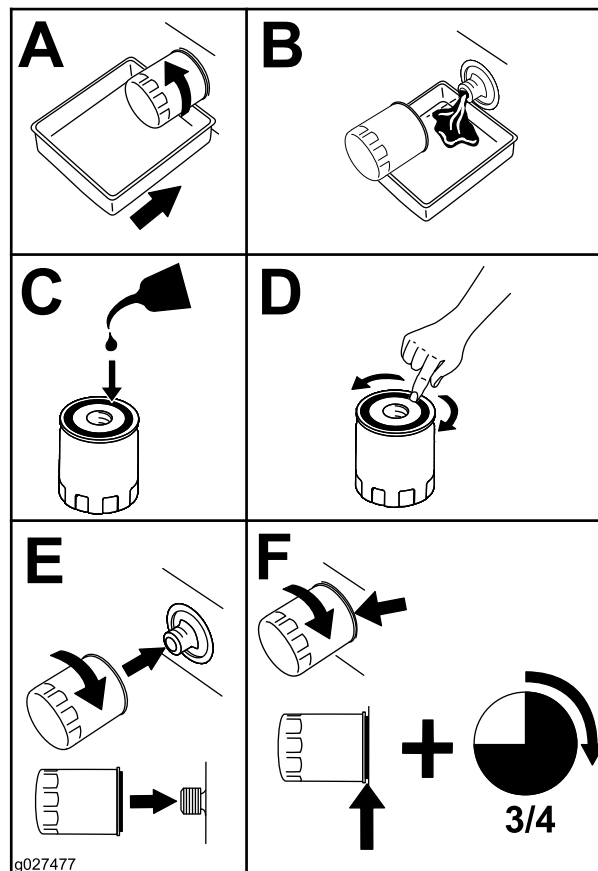

Bild 46
- Wechseln Sie den Motorölfilter (Bild 46).